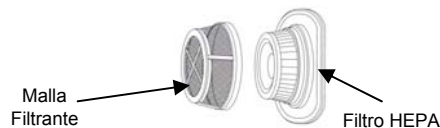

Fig. 4
4. Quite la malla del filtro HEPA agarrándola con una mano y el bastidor del filtro con la otra, y sepárelos tirando de ellos. (Fig. 4)